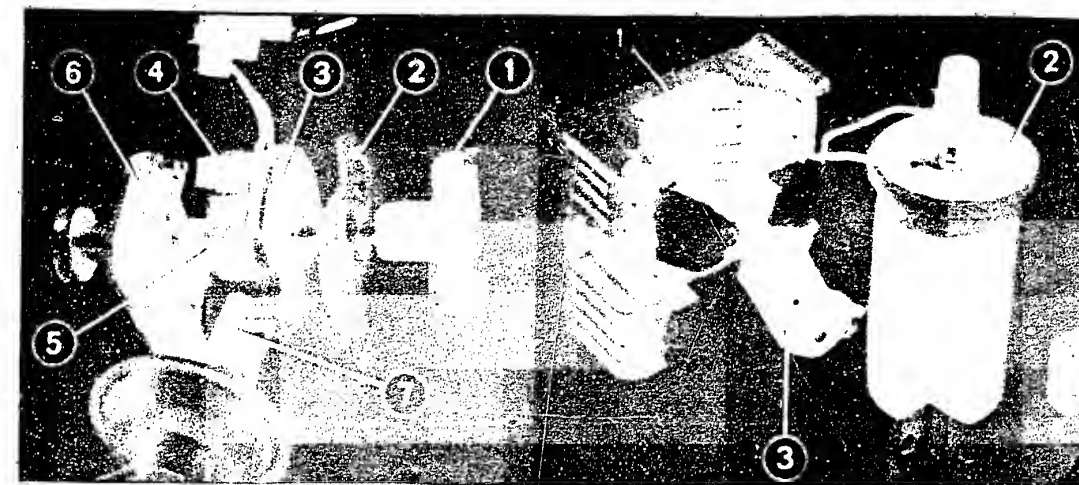

Bild 25 Transistor-Spulenzündung im Delta 1300 und 1500.
a) Der **Zündverteiler** wird direkt vom hinteren Nockenwellenende angetrieben. Der dazwischenliegende Flansch ist so ausgeführt, dass nur eine Einbauposition möglich ist (Bild 24). Im Zündverteiler sind eine Unterdruck- und eine Fliehkraft-Zündverstellung eingebaut. Die Grundeinstellung bei stehendem Motor liegt bei 10° v. OT. In dieser Position muss der Zündverteiler-Läufer auf die Zündverteiler-Markierung (1. Zylinder) gerichtet sein und ein Gebernocken des Rotors des Impulsgebers dem Statör (Geberwicklung) gegenüberstehen. Eine entsprechende Markierung befindet sich an der Kurbelwellen-Riemenscheibe. Die dynamische Kontrolle des Zündzeitpunktes erfolgt bei abbrechendem Unterdruckschlauch mit einer Stroboskoplampe an der Kurbelwellen-Riemenscheibe. Um zu den Markierungen zu kommen, sind die Vorderräder vollständig nach rechts einzuschlagen. Dann ist die Gummideckung im rechten Radkasten zu entfernen (Bild 25). Bei 3000/min muss die Zündverstellung 24° v. OT betragen.